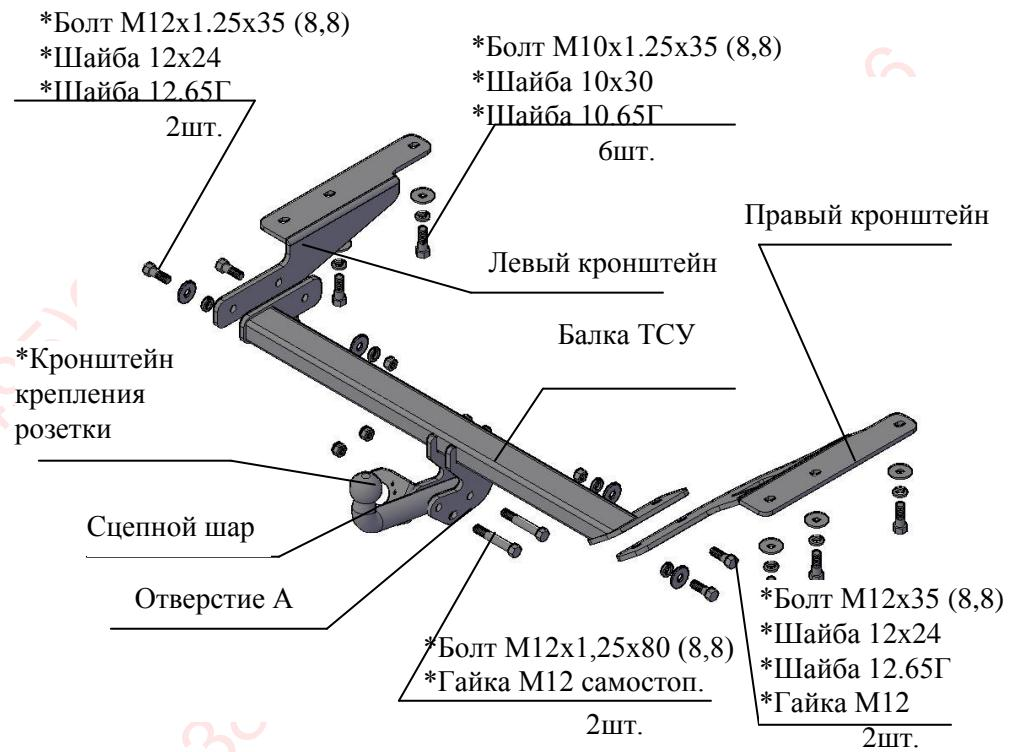

Рис.1 Тягово-сцепное устройство ТСУ 7610
2.1 ТСУ 7610 в сборе (рис.1)	1 шт.
2.2 Пакет с комплектующими (см. рис.1) Задний колпак	1 шт.